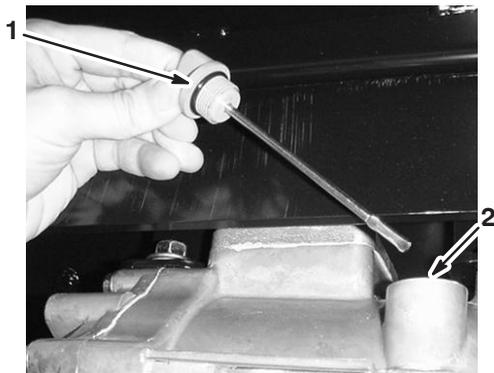

Figure 9
2. Retirez la jauge de la boîte-pont et essuyez-la sur un chiffon propre (Fig. 9).